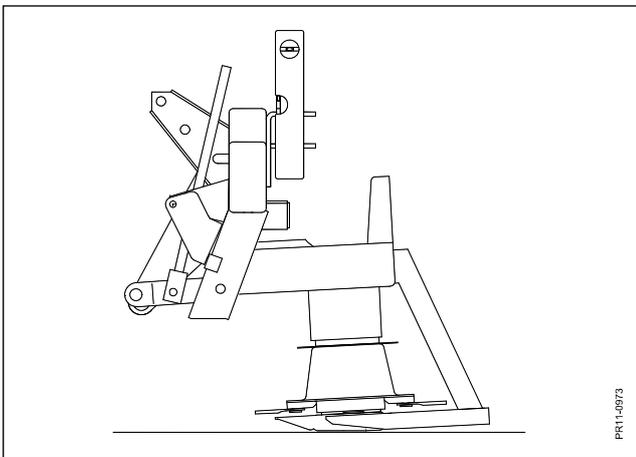

Fig. 3-10
- Fig. 3-10 D'usine la machine est construite pour couper avec le chaume le plus court, quand le bâti supérieur pend verticalement avec la machine en position de travail.